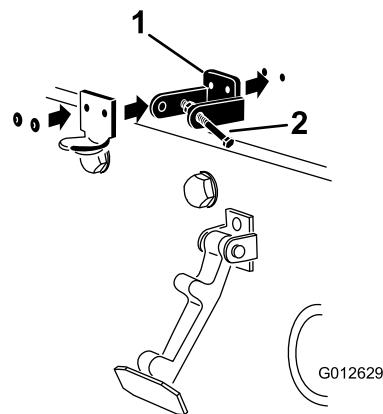

図 7
3. CE 用ロックブラケットとフードラッチブラケットの取り付け穴をそろえて、フードの上に位置決めする。ロックブラケットをフードに当てる取り付ける (図 7)。ロックブラケットアームからボルト&ナットアセンブリを外してしまわないこと。
5. ブラケットとワッシャをフードにリベットで固定する (図 7)。